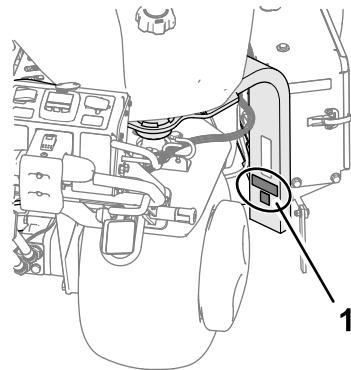

图 19
2. 如 图 19 所示用酒精清洁叉腿并让表面晾干。
3. 向叉腿上粘贴 CE 标贴和生产年份标贴图 19。